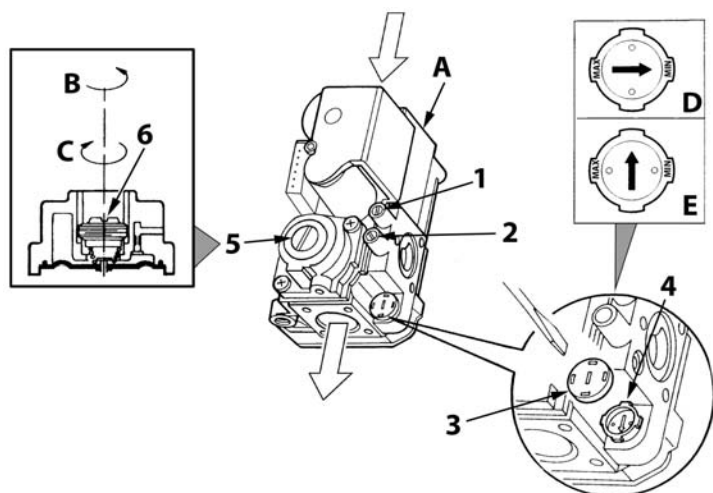

рис. 18 - Регулирование давления
Величина SEVEN D LN настройки рабочей мощности котла должна строго соответствовать величине, приведенной на табличке номинальных данных sez. 5.3. Газовый клапан настраивается на заводе и оснащается специальной диафрагмой. При замене газового клапана регулировочный винт 6 (рис. 18), необходимо затянуть до отказа.
- Спустите воздух из газопроводных труб через штуцер отбора давления 1 газового вентиля (рис. 18).